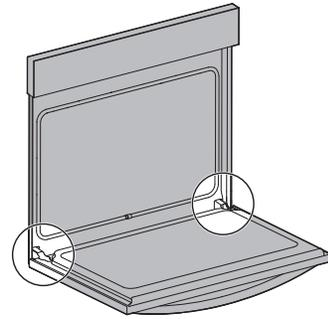

Figure 16: Emplacement de la charnière de la porte
1. Ouvrez complètement la porte du four, parallèlement au sol (Figure 16).
3. Ouvrez complètement la porte du four (parallèlement au sol (Figure 16).
4. Poussez les verrous des charnières de droite et de gauche vers le haut et dans le cadre du four jusqu'à ce qu'ils soient en position verrouillée (Figure 16).